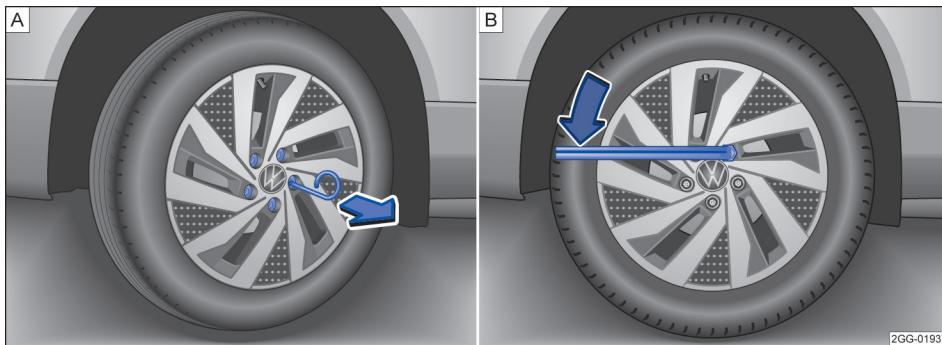

图 157 [A]. 从车轮螺栓上拔下盖罩, [B]. 更换车轮: 松开车轮螺栓
- 将钢丝钩穿过开口插入盖罩内→图 157[A], 然后沿箭头方向将其拔下。
- 将车轮扳手套到车轮螺栓上, 然后推到限位位置→图 157[B]。